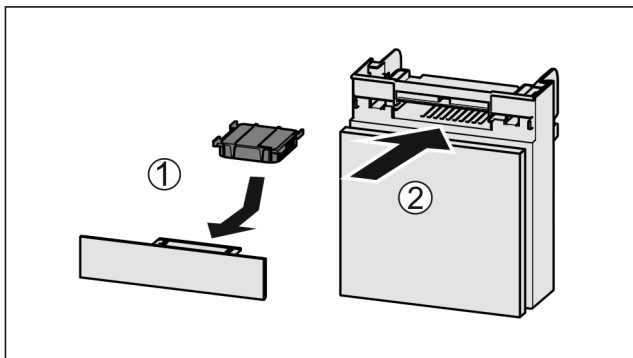

Fig. 35
- ▶ Vložte aktívny uhlíkový filter podľa obrázka Fig. 35 (1).
- ▶ Zasuňte zásuvku Fig. 35 (2).